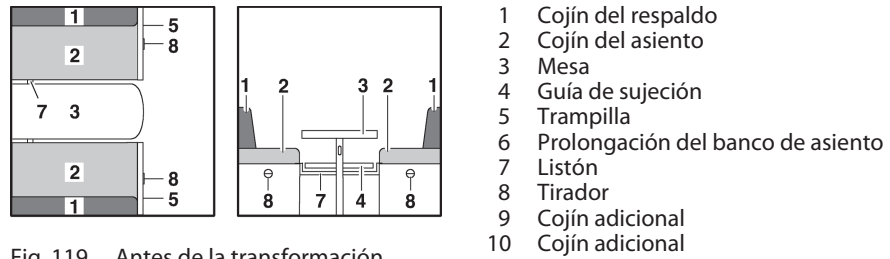

Fig. 119 Antes de la transformación
- Ampliar la mesa (Fig. 119,3) y transformarla en base de cama (véase apartado 7.8).
- Meter el listón (Fig. 119,7) o tirarlo hacia dentro. El listón tiene la posición correcta cuando soporta el tablero de mesa aprox. 15 - 20 cm detrás de la pata de mesa.
- Tirar del asidero (Fig. 119,8) y abrir la trampilla (Fig. 119,5).